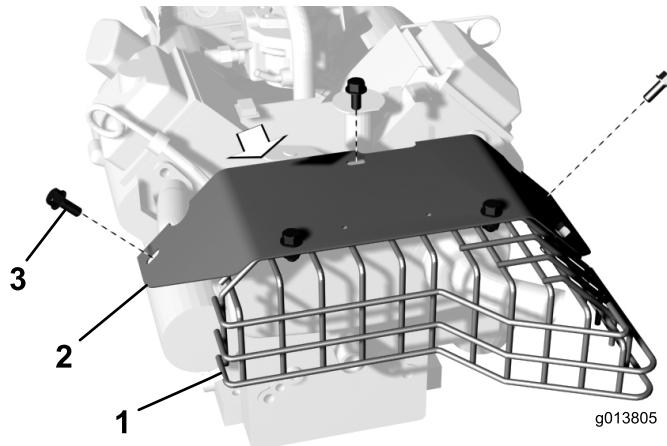

Figura 4
- Retire los 3 tornillos con arandela prensada que sujetan el protector del silenciador al motor (Figura 4). Retire el protector del silenciador y el protector del tubo de escape. Vuelva a instalar los tornillos con arandela prensada en el motor.